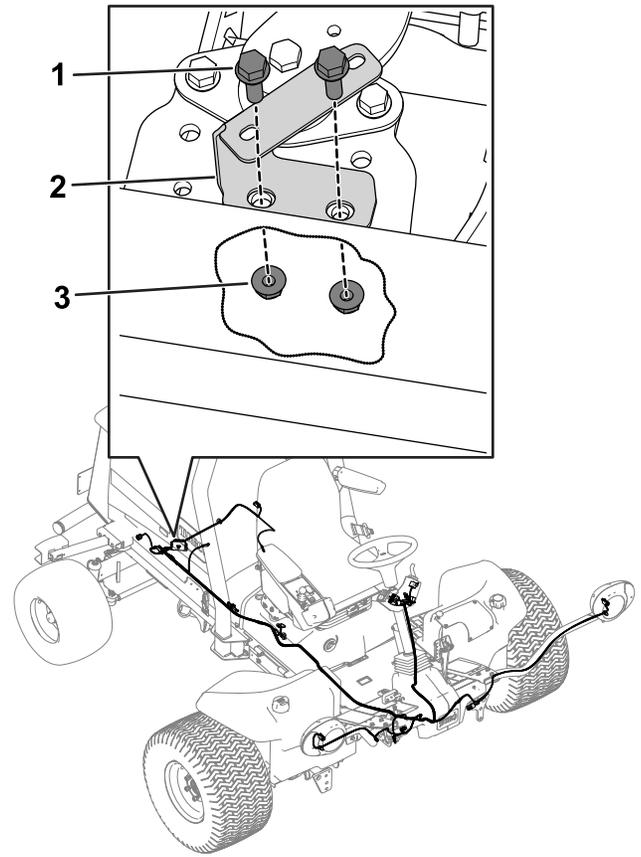

Figure 15
2. Avec 2 boulons à embase (5/16" x 1") et 2 écrous à embase (5/16"), fixez le support du porte-fusibles au cadre de support- du moteur sur le côté droit de la machine (Figure 15).